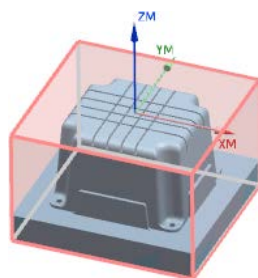

图 20.6 毛坯几何体
Step3. 单击“毛坯几何体”对话框中的确定按钮, 系统返回到“铣削几何体”对话框, 完成图 20.6 所示毛坯几何体的创建。